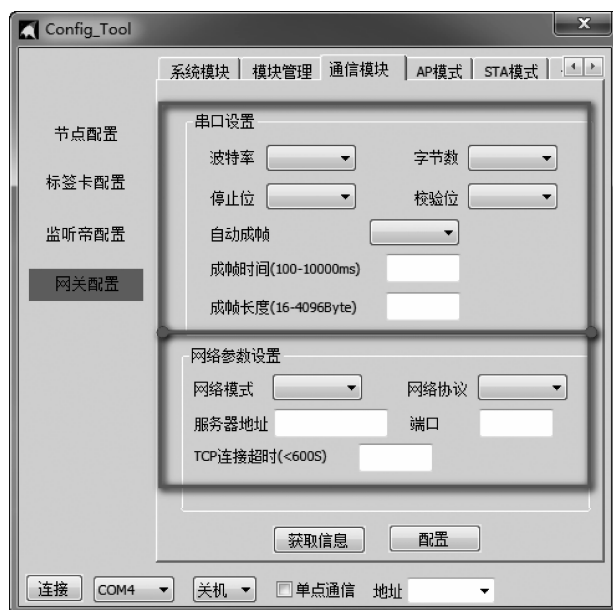

图 1.29 通信模块参数配置
(4) 选择通信模块,进行参数配置,如图 1.29 所示,配置参数见表 1.6。